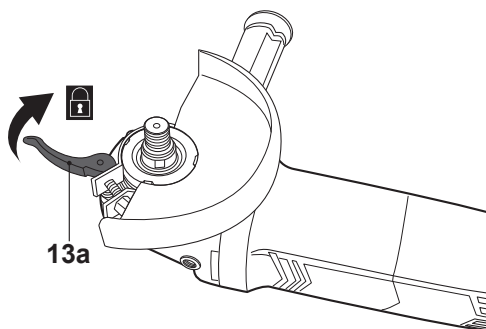

Fig. 7
- > Cierre la palanca de sujeción (13a) (Fig.7 y 8).